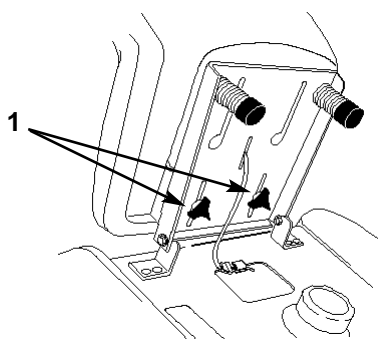

Figure 10
Desserrer le frein de stationnement pour se déplacer en marche avant ou en marche arrière; se reporter à la section *Réglage du frein de stationnement*. Appuyer doucement sur le haut de la pédale de commande de déplacement pour avancer ou sur le bas de la pédale pour reculer (Fig. 10). Le déplacement de la machine en marche avant ou en marche arrière est proportionnel à l'enfoncement du haut ou du bas de la pédale de commande de déplacement.
1. Soulever le siège et desserrer les boutons de réglage (Fig. 10).